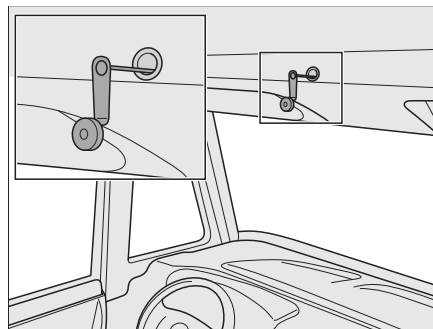

Bild 135 Notbedienung für elektrisches Hubbett
- ▷ Bei Stromausfall kann das elektrische Hubbett auch mit einer Notkurbel (Bild 135) bedient werden. Diese befindet sich in der Küchenzeile.